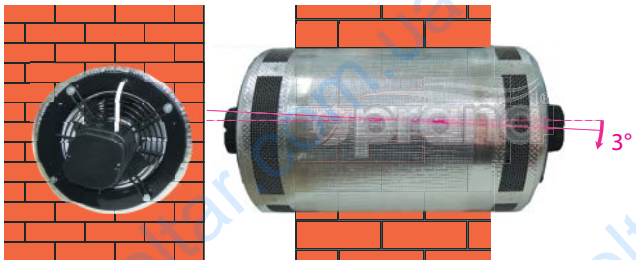

Рис. 1. а) Схема встановлення рекуператора в стіні (фронтальний розріз);
1. Якщо робочий модуль призначений для монтажу в стіні, то у верхній частині стіни, яка граничить з вулицею, необхідно зробити наскрізний отвір на вулицю діаметром  $\geq 350$  мм, в який на монтажну піну або інший ущільнювач встановлюється робочий модуль (рис. 1а). Для забезпечення нормальної роботи ПРАНА-340А потрібно, щоб її вихідний патрубок (на вулиці) виступав за межі стіни на стільки, щоб забезпечувався вільний приплив через вентиляційний канал на корпусі.